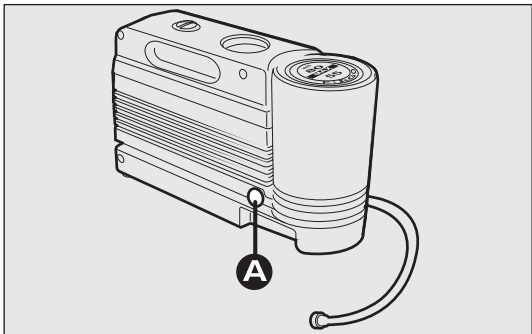

рис. 177
- ☐ нажмите кнопку А – рис. 177, чтобы вынуть сменную часть;